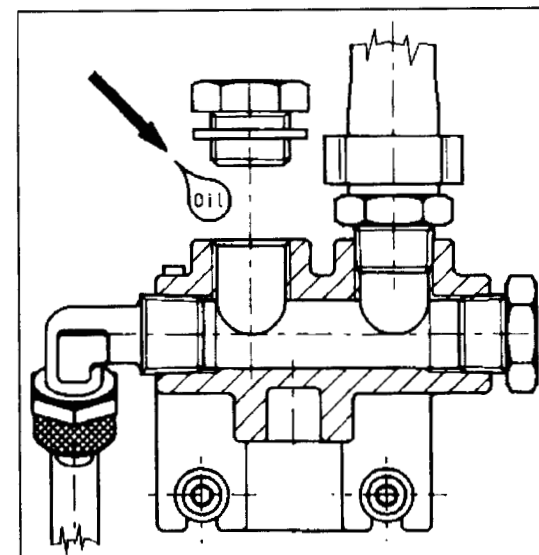

Рис. 41
- Откройте крышку отверстия для смазки и налейте в него небольшое количество смазочного масла (2-3 см3) (рис. 41). Рекомендованные марки масел приведены выше.